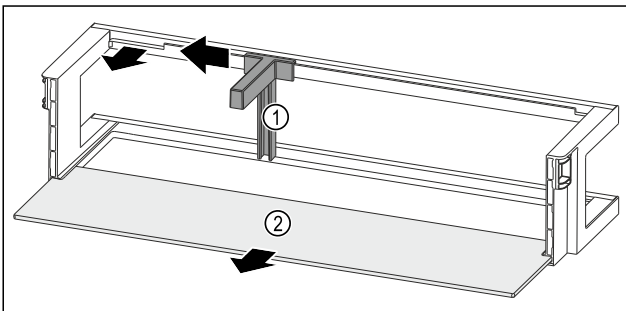

Fig. 93 带瓶托和搁板的门边存放架
- ▶ 将瓶托 Fig. 93 (1)推至槽边。
- ▶ 取出瓶托 Fig. 93 (1)。
- ▶ 取出搁板 Fig. 93 (2)。